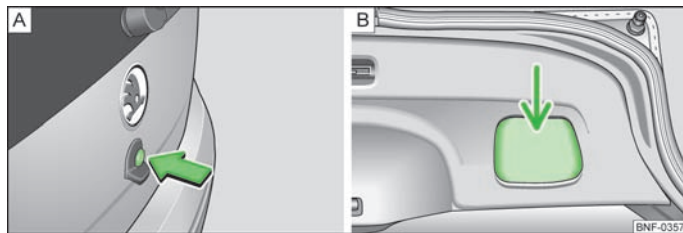

Fig. 15 Portellone bagagliaio
- Aprire il portellone bagagliaio premendo il tasto » fig. 15 - .
- Afferrare la maniglia a incavo » fig. 15 -  e quindi tirare verso il basso il portellone bagagliaio.